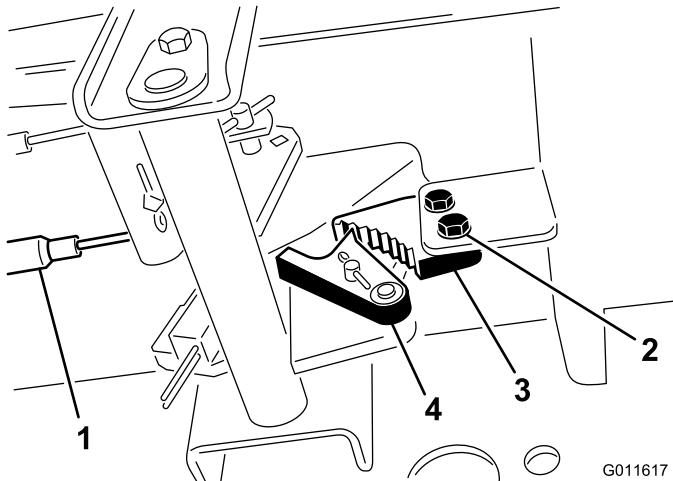

Figure 60
- Desserrez les 2 vis qui fixent le cliquet du frein de stationnement au cadre (Figure 60).
- Vis (2)
- Appuyez sur l'avant de la pédale du frein de stationnement jusqu'à ce que le verrou s'engage complètement sur le cliquet du frein (Figure 60).